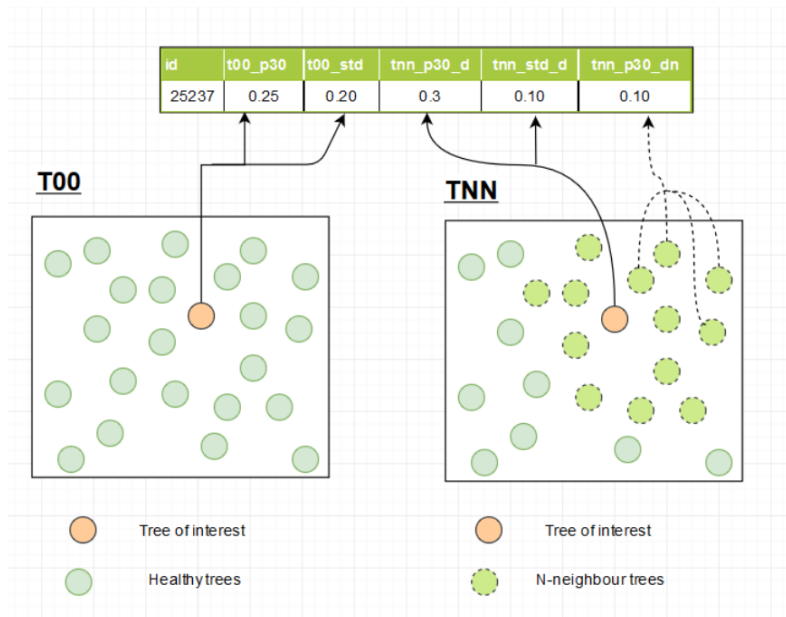

Abbildung 2: Techtimes Nachbarschaftsanalyse
- **Datenausgabe II:** Ab dem zweiten Flug über selbiges Gebiet und unter Zuhilfenahme des Einzelbaumdetektors wird eine Change- Detection (Vergleich des einzelnen Baumes über die beiden Flüge mit sich selbst) sowie eine Nachbarschaftsanalyse (Vergleich des einzelnen Baumes mit seinen 20 Nachbarbäumen, siehe Abbildung 2) angewandt und es werden nur mehr deutlich veränderte Bäume ausgewiesen – damit wird der Fokus auf relevantere Punkte gelegt. Die Datenausgabe erfolgt je nach Projektgröße innerhalb einer Arbeitswoche nach dem Flug (Datenlieferung kann auch in Chargen erfolgen).